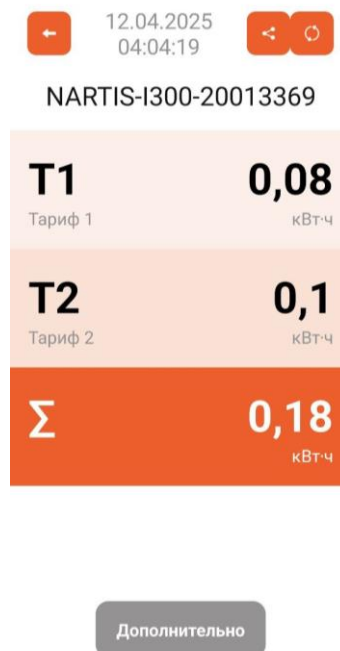

Рисунок 7 – Внешний вид основного экрана приложения с данными показаний ПУ
1.9 В результате успешного выполнения действий в приложении будет отображен экран с актуальными данными показаний ПУ (рисунок 7).